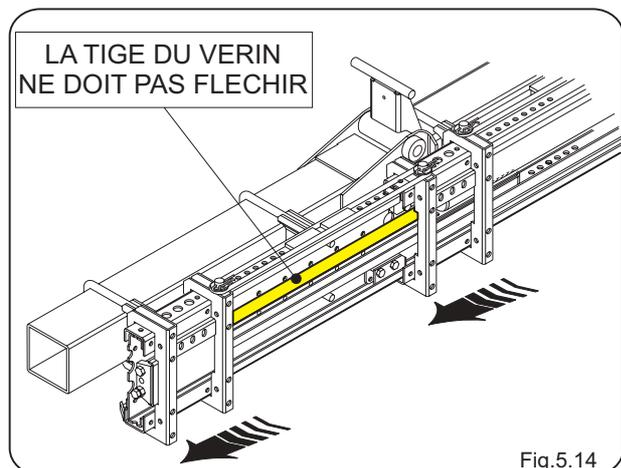

Fig.5.14
- Déplacer les pièces à fin de course en évitant que la tige du vérin flèche (Fig. 5.14).